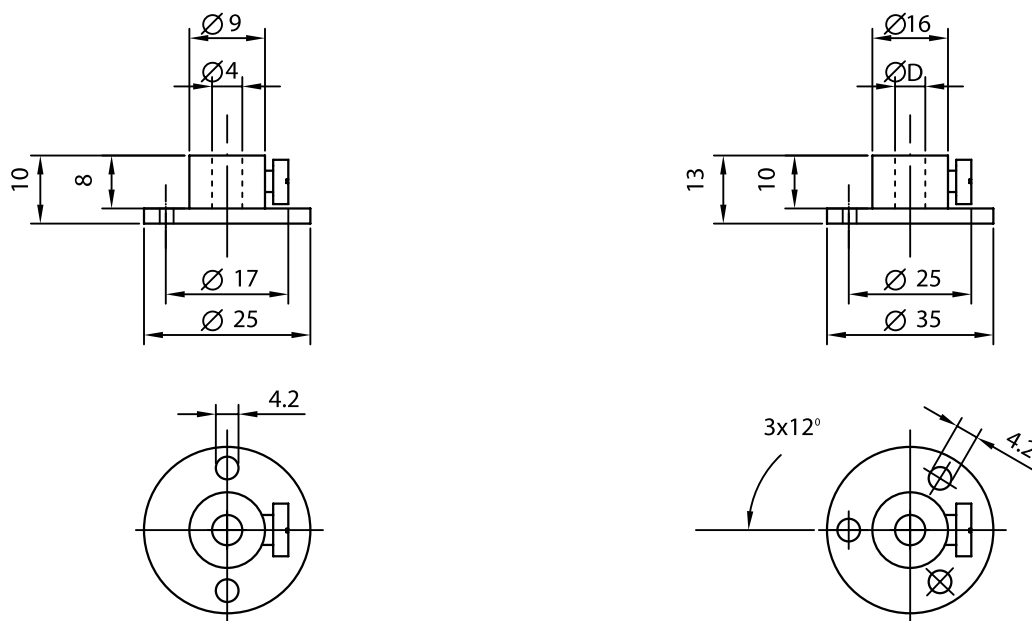

Рис. 4.15. Габаритные и присоединительные размеры монтажных фланцев
Крепление датчика производится с помощью монтажного фланца типа MF (рис. 4.15), который предварительно устанавливается на стенке канала. Монтажный фланец поставляется по заказу.
1) Арт. No H42-09902 (рис. 4.15б) - предназначен для измерения температуры воздуха в помещении;